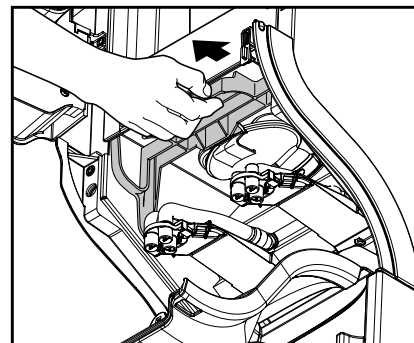

Bild 27
- c. Dra i låset för att lossa hela mix-enheten (bild 27).